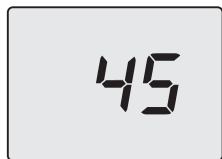

Figura 5.42
- Scorrere i vari parametri utilizzando i tasti 49 (indietro) o 51 (avanti) fino a far apparire sul display LCD le lettere **P43** che si alternano con il valore del parametro (Figura 5.42).